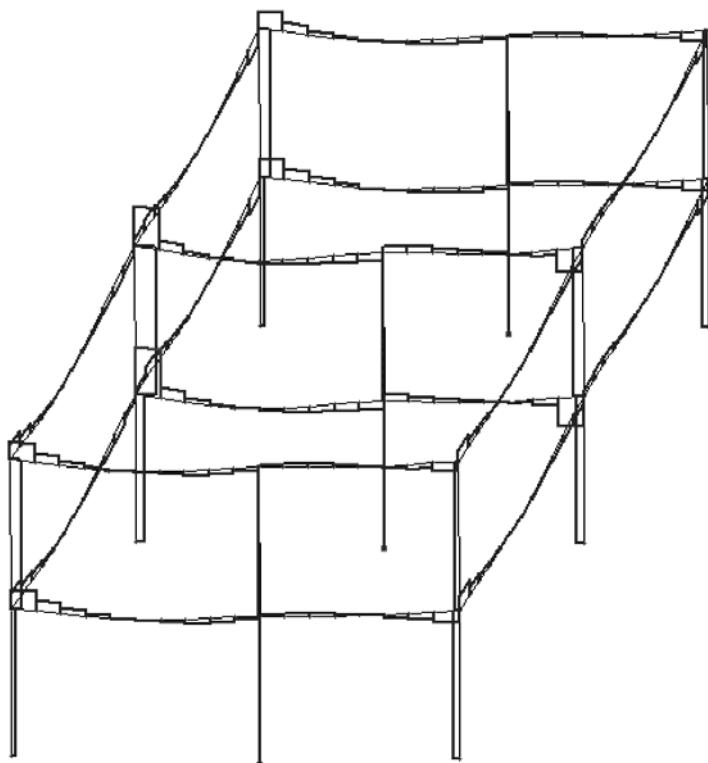

Рис.4.26. Эпюры поперечных сил Q_z
- Для вывода эпюры Q_z (рис. 4.26), выполните пункт меню Усилия ⇒ Эпюры ⇒ Эпюры поперечных сил (Q_z) (кнопка на панели инструментов).